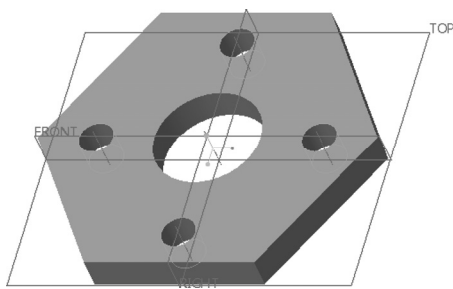

图 4-12 切除效果
7) 单击“拉伸”选项卡中的 (完成) 按钮。以拉伸方式切除出的模型效果如图 4-12 所示。